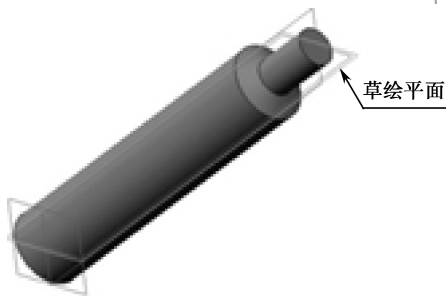

图 4-120 选择轮廓草绘平面
(3) 单击【模型】→【形状】模块的【扫描】命令中隐藏菜单下  螺旋扫描，弹出螺旋扫描操控面板。单击操控面板中的 ，打开【参考】下拉菜单，单击菜单中的【定义】，在绘图区内选择旋转轴所在的平面，如图 4-120 所示；